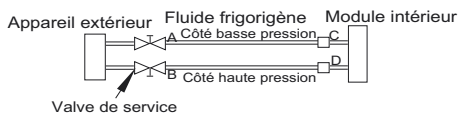

Fig. 13 – Valve de service
1. Serrez complètement les écrous évasés A, B, C et D, branchez le flexible de l'ensemble de manomètres à un orifice de charge de la valve de service côté basse pression (voir fig. 13).